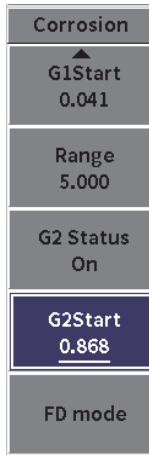

Figura 11-45 Menu da barra lateral Corrosão (G2Start)
1. No menu da barra lateral Corrosão, marque **Iniciar P2** (veja Figura 11-45 na página 233).